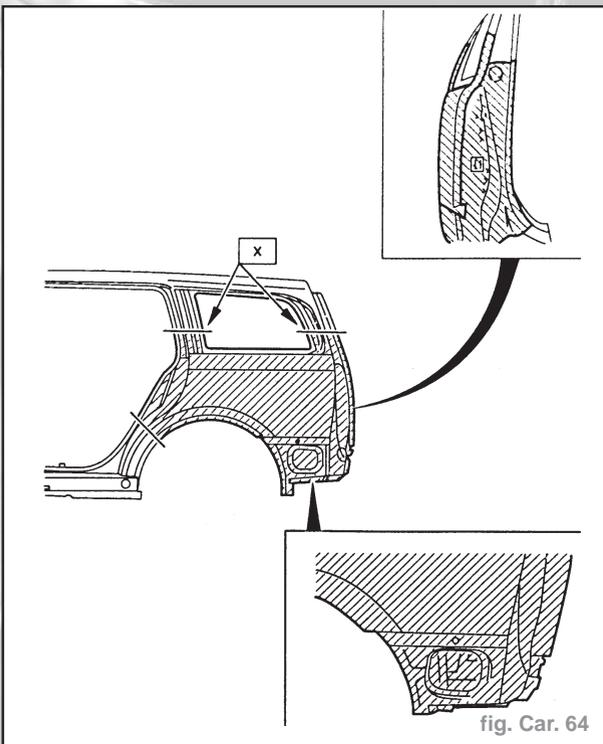

fig. Car. 64
- Déposer les pièces rapportées. Séparer le panneau latéral. Tenir compte de la dimension de la pièce neuve (fig. Car. 64).